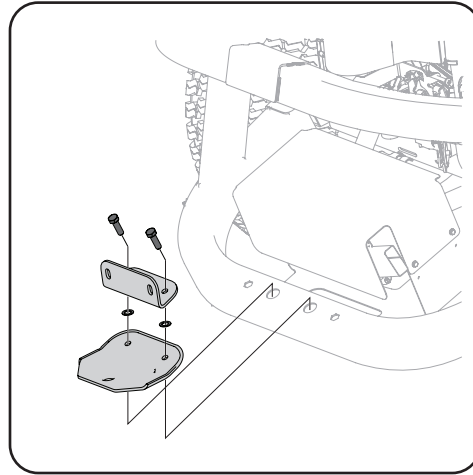

Figura 4-3
3. Coloque el conjunto de soporte en el bastidor inferior del tractor con dos tornillos de cabeza (710-0376). Consulte la Figura 4-3.